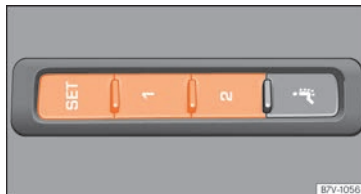

Abb. 136 Speichertasten außen am Fahrersitz.
- Taste **SET** länger als 1 Sekunde drücken »» **Abb. 136**.
- Taste  gedrückt halten »» **Abb. 136.**